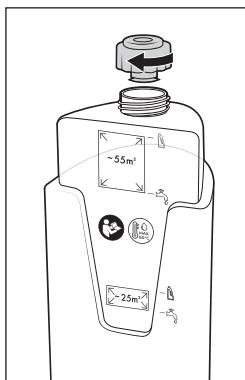

Fig. 10
- ♦ Revissez à nouveau le couvercle du réservoir d'eau fraîche ⑪ (voir fig. 10).